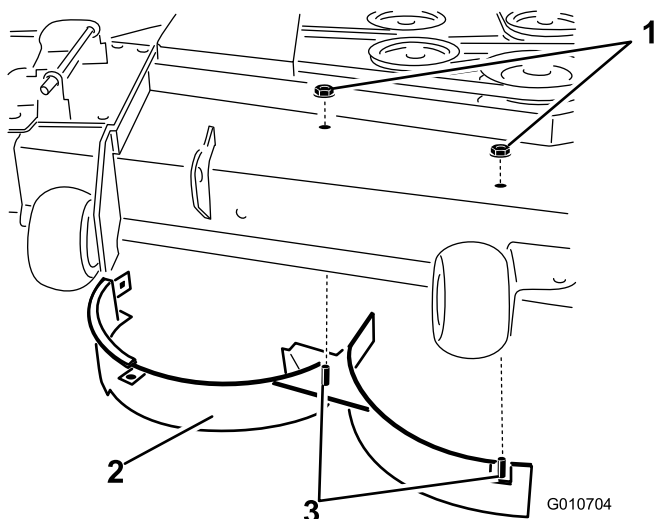

Figure 33
11. Retirez les deux contre-écrous (5/16 pouce) qui fixent les montants soudés du déflecteur droit sur le dessus du plateau de coupe, au centre et à droite du centre (Figure 33). Enlevez le déflecteur droit du plateau de coupe.